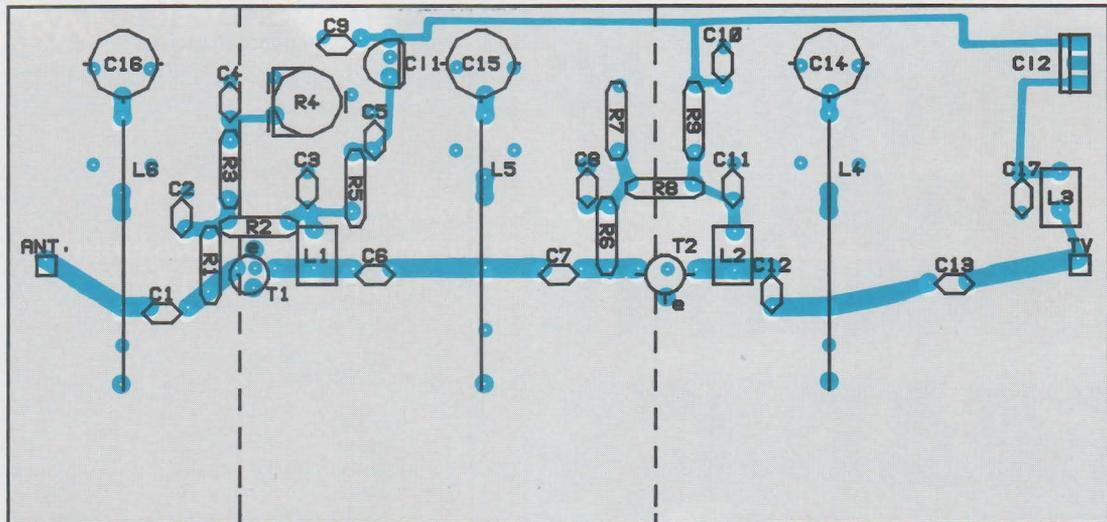

Figure 10
**figure 10.** Le câblage de la platine démarre par la réalisation des 3 lignes L4, L5, L6; une fois coudées à la bonne longueur, vous les bloquerez en hauteur avec un foret de diamètre 5 mm sur la platine. Ensuite, vous cablerez R2 et R8 et T1, T2 en dessous de la platine, avec les émetteurs revenant sur le plan de masse. Les deux blindages sont indispensables pour éviter de fâcheux couplages entre l'entrée et la sortie. La réalisation finale s'effectue dans un boîtier en fer étamé avec des fiches d'entrée et de sortie, le boîtier sera éventuellement étanchéifié par du silicone.